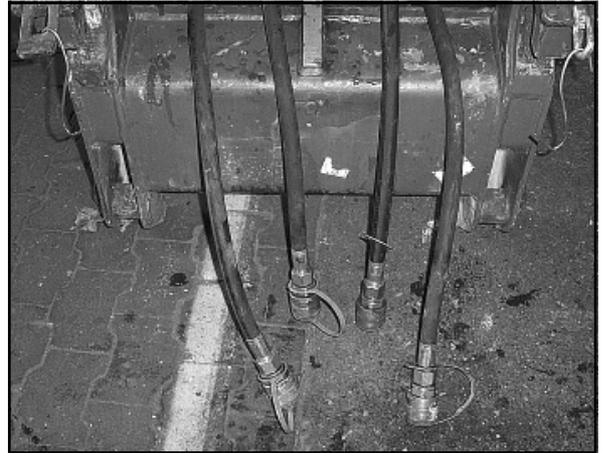

Bild 10
(9) Die unter Punkt (5) gelösten Schraubkupplungen an den Hydraulikschlauchleitungen des Tieföffels anschrauben (SW 36 und SW 41) (Bild 10).